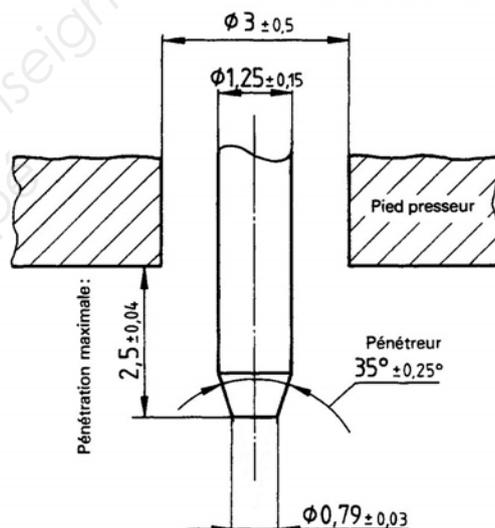
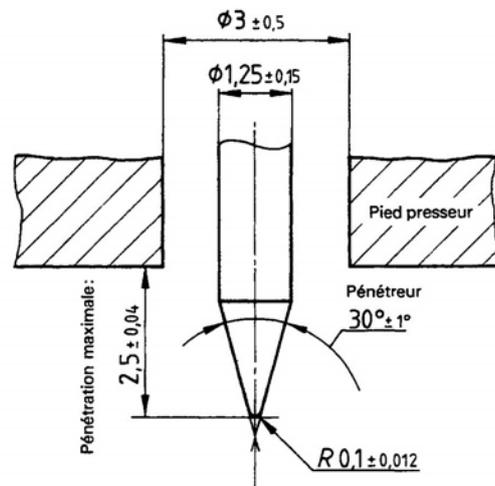

Figure 1 - Pénétrateur pour le duromètre du type A
Figure 2 - Pénétrateur pour le duromètre du type D
4.2 **Pénétrateur**, constitué d'une barre d'acier trempé de diamètre compris entre 1,10 et 1,40 mm, de forme et de dimensions indiquées sur la figure 1 pour le duromètre du type A et sur la figure 2 pour le duromètre du type D.